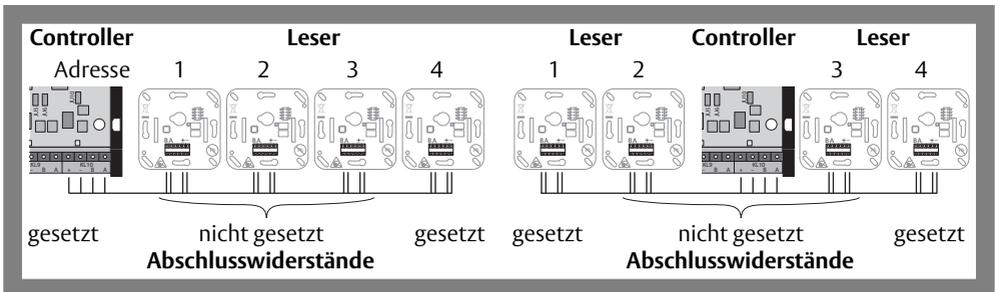

Abb. 2: Terminieren – Abschlusswiderstände setzen
| ❼ | RS485 Busabschlusswiderstände – an den Enden der Buskette setzen (Abb. 2) | |